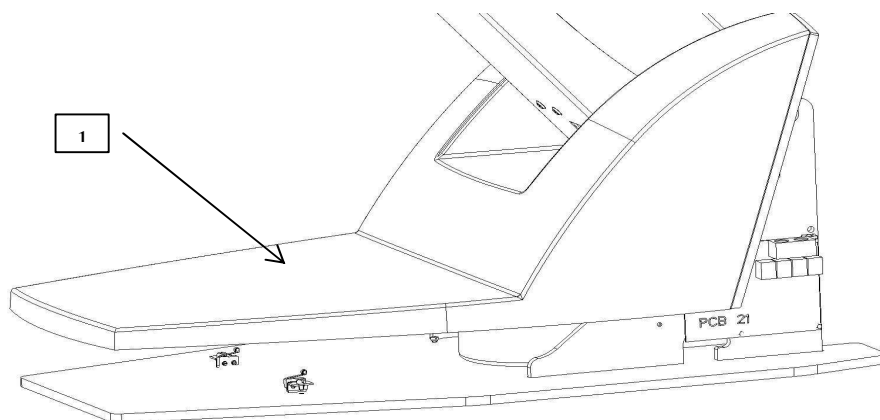

рис.7
Крышка основания (1) см.рис. 7 имеет функцию предохранительного выключателя. Если при движении вверх по направлению вниз будет препятствие (напр.нога обслуживания) на передней крышке основания, движение кресла по направлению вниз остановится и кресло поднимется вверх прилбл.на 5 мм. После удаления препятствия кресло способно следующей деятельностью.